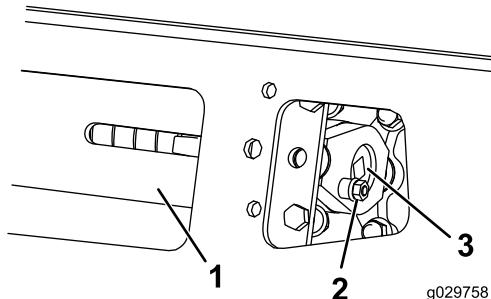
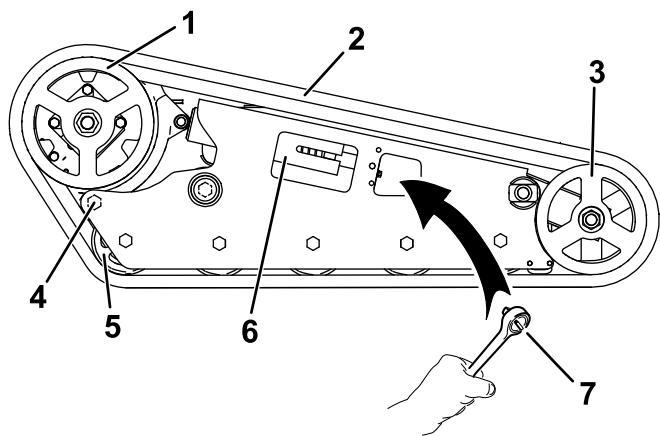

Figure 59
Figure 65
3. Enlevez le boulon de blocage, l'entretoise et l'écrou (Figure 59).
5. Alignez l'encoche la plus proche dans la vis de tension et le trou du boulon de blocage, et fixez la vis avec le boulon et l'écrou de blocage (Figure 59).
4. Enlevez le boulon et l'écrou de blocage (Figure 59).
5. À l'aide d'une clé à cliquet de $\frac{1}{2}$ pouce, tournez la vis de tension dans le sens horaire pour détendre la transmission (Figure 59 et Figure 65).
6. Desserrez le boulon arrière près de la roue d' entraînement (Figure 65).